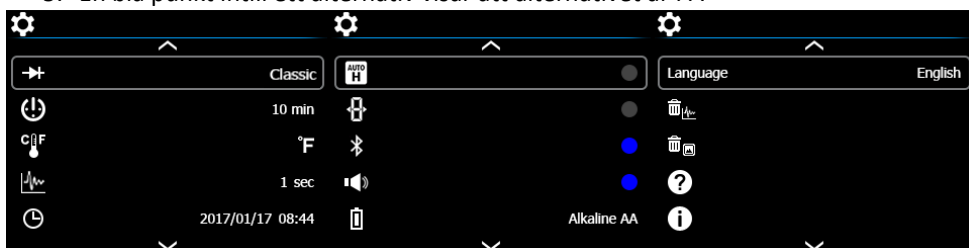

Bild 7-1 Meny Allmänna inställningar
2. Bläddra till Inställningsikonen  och tryck på **OK** för att öppna inställningsmenyn (se bild 7-1)